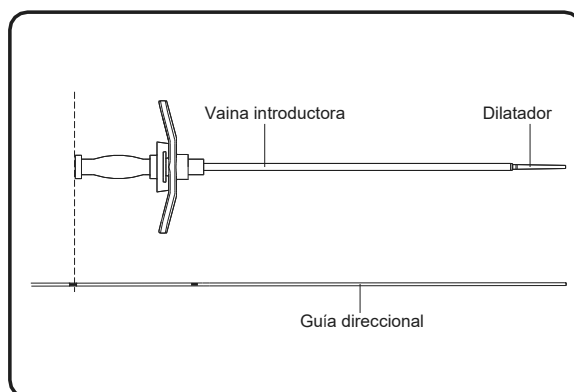

Figura 10: Alinee el conector de la vaina dilatadora con la marca adecuada en la guía direccional.
5. Mantenga la guía direccional en su posición en la incisión. Ponga el dilatador y la vaina introductora sobre la guía direccional y hágalos avanzar al interior del foramen. El tercer marcador de profundidad más proximal de la guía direccional debe estar alineado con la parte superior del dilatador (Figura 10). De estar disponible, confirme mediante radioscopia que los marcadores radiopacos de la vaina introductora estén entre la mitad y dos tercios de la distancia de la placa sacra.